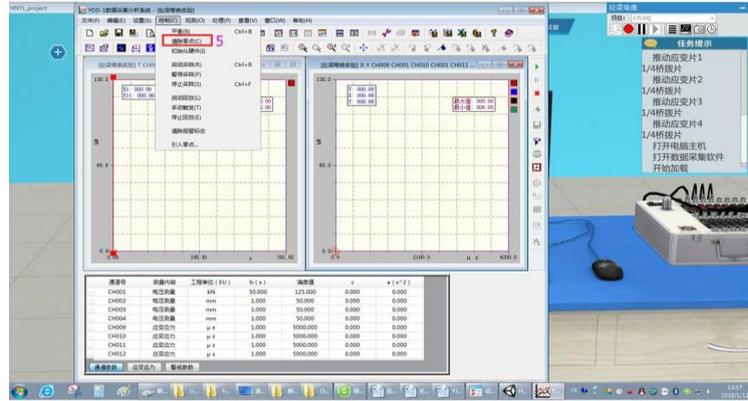

图15.7
14.5)：点击菜单栏的“控制”目录下的“清楚零点”（参考图15.7），完成清楚零点。